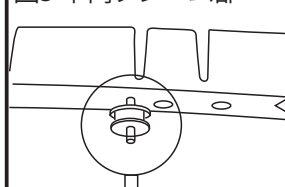

図4 防振ゴム取付け
6. 隣接する穴からナット「E」、スプリングワッシャー「F」をフレーム内部に入れ、防振ゴム「D」をしっかり固定します。(図4参照)